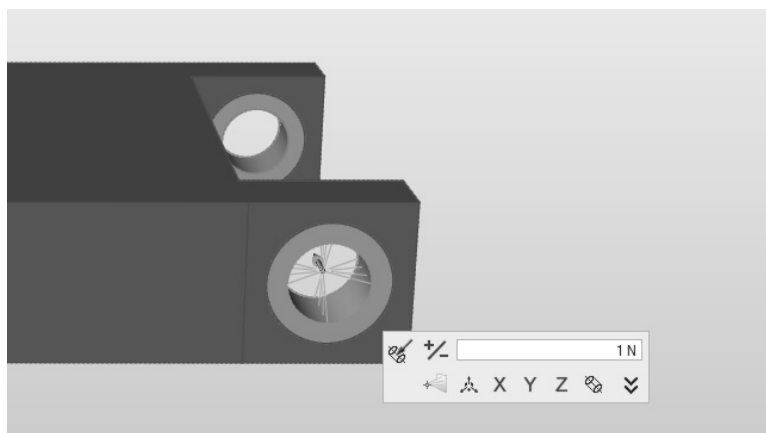

图 5-9
- 2) 单击 Boss 材料后部的一部分以施加力, 如图 5-9 所示。